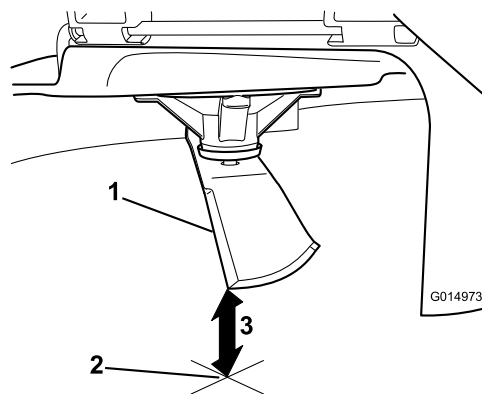

Figura 62
3. Misurate dalla punta della lama alla superficie piana (Figura 62).